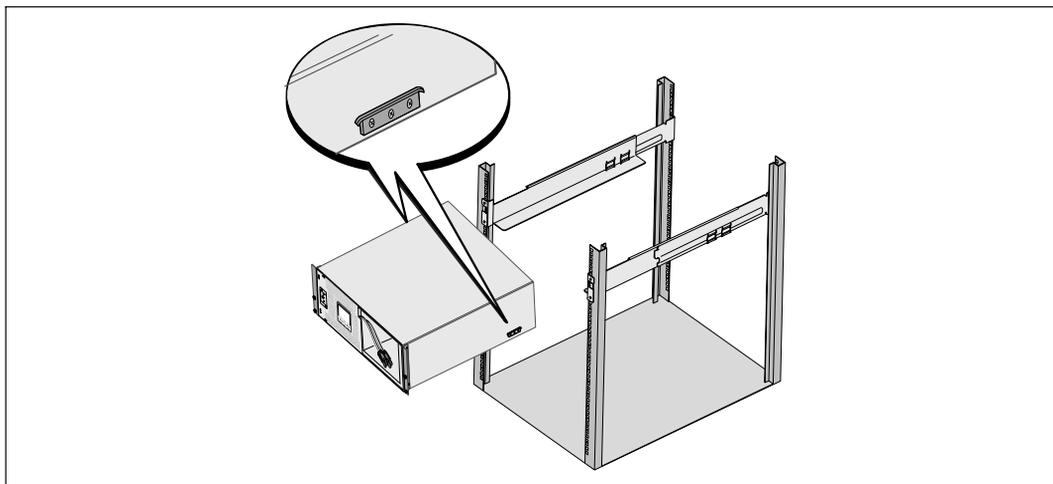

Figura 10. Instalación del gabinete
- 6 Deslice el gabinete en el bastidor (consulte la Figura 10). Repita los pasos del 3 al 5 para gabinetes adicionales.